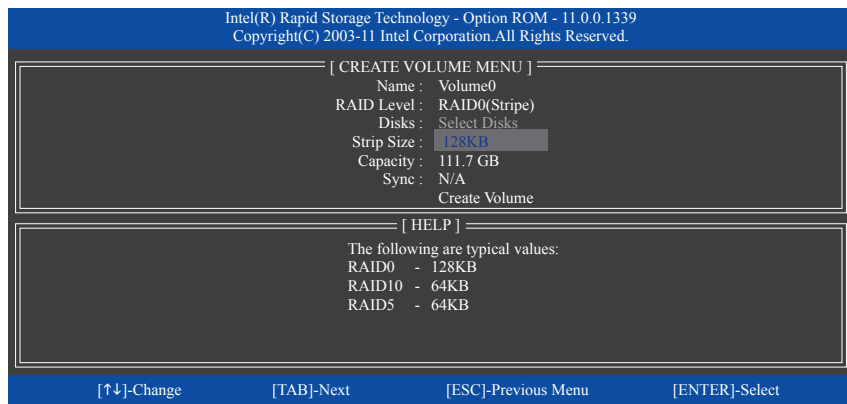

図 5
**Disks** アイテムの下で、RAID アレイに含めるハードドライブを選択します。取り付けたドライブが 2 しかない場合、ドライブはアレイに自動的に割り当てられます。必要に応じて、ストライプブロックサイズ (図 5) を設定します。ストライプブロックサイズは 4 KB~128 KB まで 設定できます。ストライプブロックサイズを選択してから、<Enter> を押します。